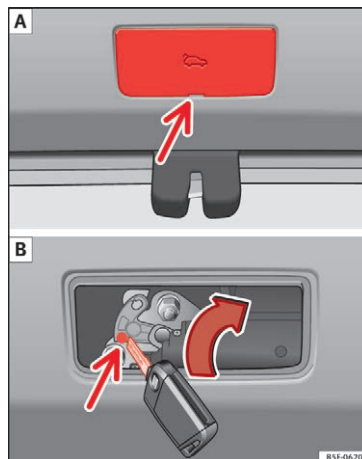

Fig. 7 Udsnit af bagagerummet: adgang til nødoplåsningfunktionen
- Stik en skruetrækker ind i noten, og fjern afdækningen »» Fig. 7 A.
- Før nøglen ind i den dertil beregnede åbning, og drej den i pilens retning, indtil låsepalen »» Fig. 7 B frigøres.